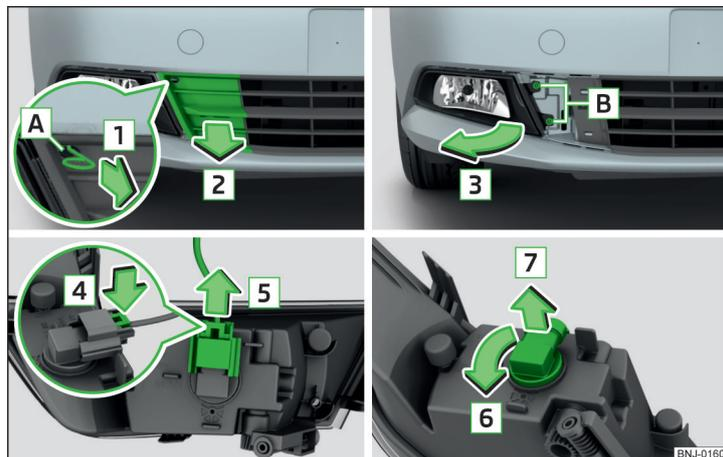

Fig. 213 Démontage du feu antibrouillard/remplacement de l'ampoule du feu antibrouillard
- Défaites la grille de protection en tirant sur les crochets dans le sens de la flèche [1] » fig. 213.
- Appuyez sur le verrouillage sur la fiche dans le sens de la flèche [4] » fig. 213.
- Pour remonter le phare antibrouillard, l'insérer dans le sens de la flèche [3] » fig. 213 et le visser à fond.